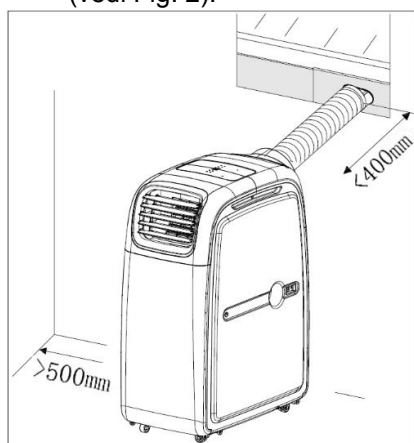

Fig. 1
- Poggiare l'apparecchio su una superficie piana nelle vicinanze di una presa di corrente adatta, a min. 50 cm di distanza dai lati con filtro e altri oggetti. Il tubo di scarico deve essere messo dritto e non più lungo di 40 cm (vedere Fig. 1).